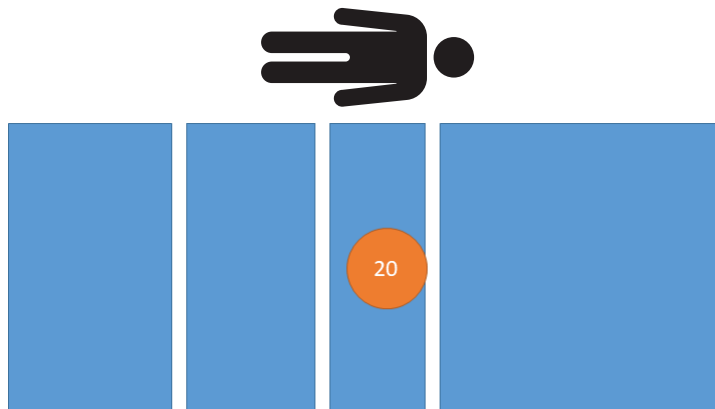

図 18 – 重量性能試験 - 20 kg
1. 較正済み分銅を使用して、20 kgを製品に載せます (図 18)。
11. 較正済み分銅を使用して、20 kgを製品に載せます (図 18)。